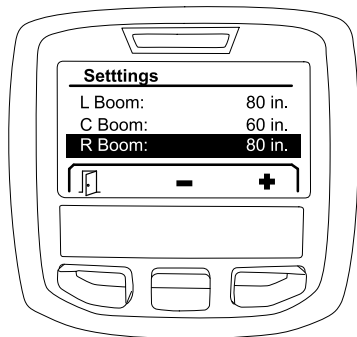

Figure 16
- Appuyez sur le boutons de sélection droit ou central pour augmenter ou réduire la largeur de la section sélectionnée du pulvérisateur (Figure 16).